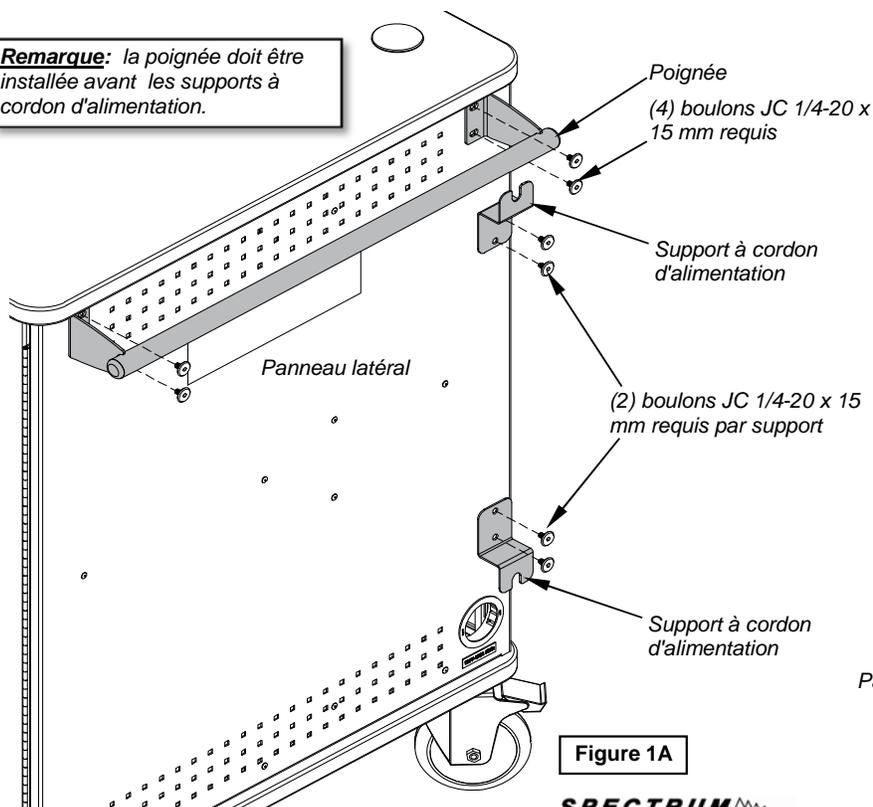

Figure 1A
1. Fixez poignée pour le panneau latéral avec (4) boulons 1/4-20 x 15mm JC, et bien serrer. **Figure 1A.**